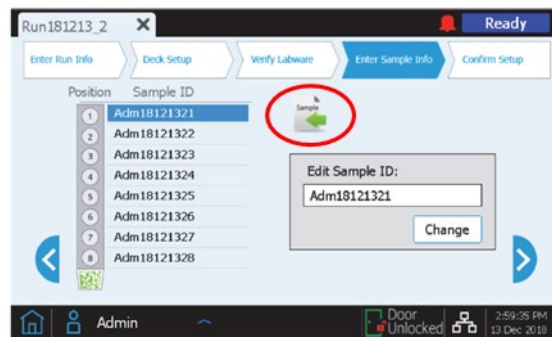

Figura 18. Pantalla *Edit Sample Info* del equipo Magnis NGS Prep, destacando con una circunferencia el botón de carga de muestras.
- ◇ Al configurar el ensayo, en la pantalla *Enter Sample Info*, pulsar el botón de carga de muestras (destacado con una circunferencia en la Figura 18).